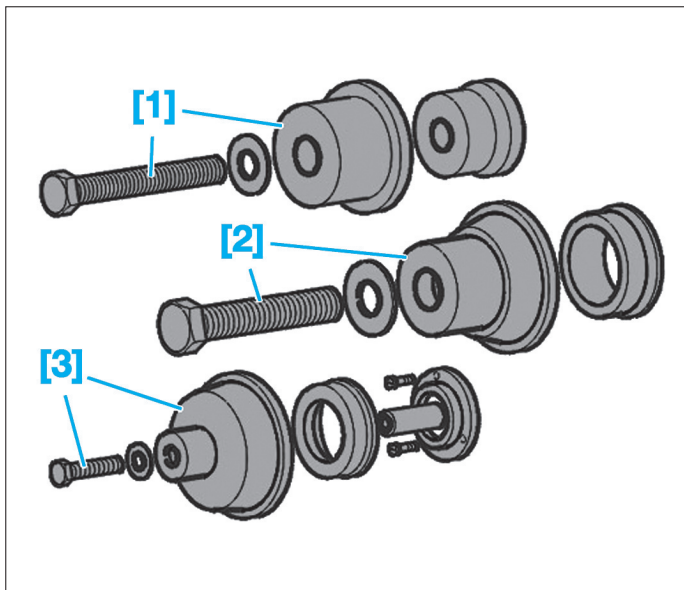

Fig. 58
- [1]. Outil de montage des joints d'arbre à cames (réf : 0194-K) (Fig.58).